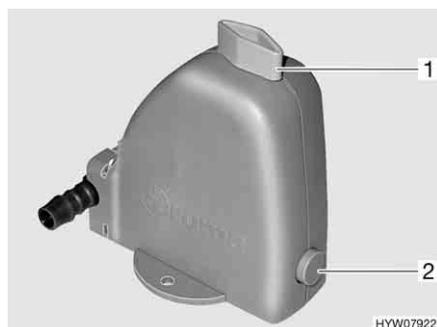

Fig. 177 Válvula de segurança e de descarga do termoacumulador
O termoacumulador está equipado com uma válvula de segurança e de descarga (Fig. 177). A válvula de segurança e de descarga impede que a água gele no termoacumulador, quando o aquecimento não está ligado em caso de gelo.
- Feche a válvula de segurança e de descarga. Para isso, rode o botão giratório (Fig. 177,1) transversalmente em relação à válvula de segurança e de descarga e empurre o botão de pressão (Fig. 177,2) para dentro.
- Abra a válvula de segurança e de descarga. Para isso, rode o botão giratório (Fig. 177,1) longitudinalmente em relação à válvula de segurança e de descarga. O botão de pressão (Fig. 177,2) salta para fora. O termoacumulador é despejado para fora através da válvula de segurança e de descarga.